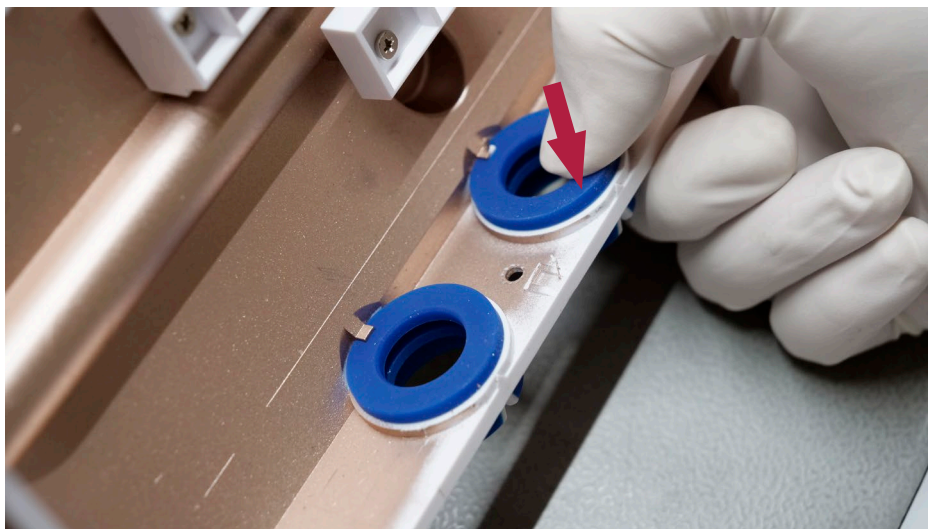

Figur 19 Fargemerkingen på VDI-kortet må stemme med fargeringen
- f) **Pass på at fargeringen har samme farge som merkingen på VDI-kortet (se figur 19)**
Når bakdekslet settes på igjen, må du være oppmerksom på at de fargede prikkene på VDI-kortene (figur 19) stemmer med fargene på fargeringene der de plasseres.